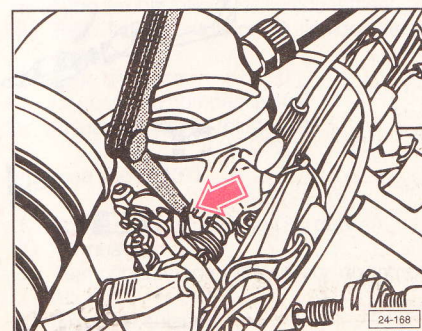

Fig. 2.128
- Desatornillar los tornillos de sujeción del interruptor (Fig. 2.128).